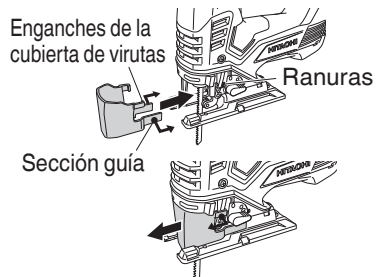

Fig. 9
12. Acoplar y desacoplar la cubierta de virutas (Fig. 9)